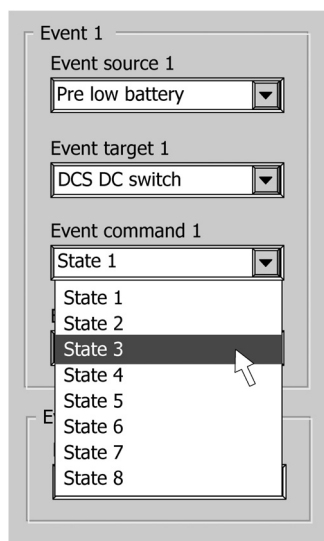

Figure 16
- Sélectionner ensuite le paramètre à modifier à la cible : *Event command*. (Exemple: statut du commutateur 3 [State3]) (Figure 16).